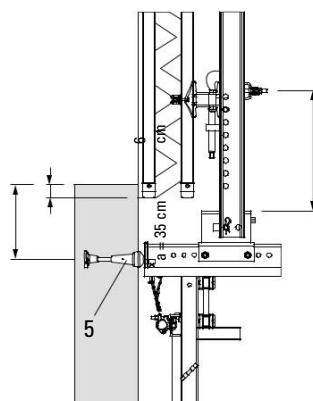

Fig. C1.09
Като правило, разстоянието от ръба, където може да се анкирира (5), е  $a = 35$  cm. Ако е необходимо, може да се направи отклонение от проекта. (Fig. C1.09)